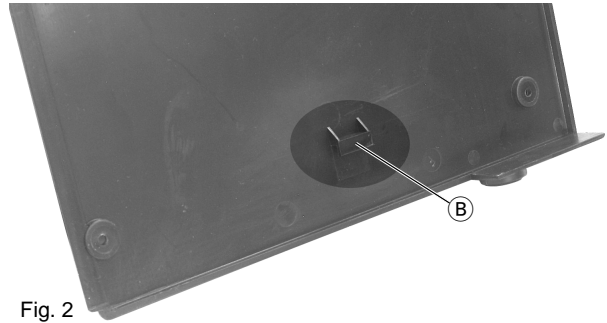
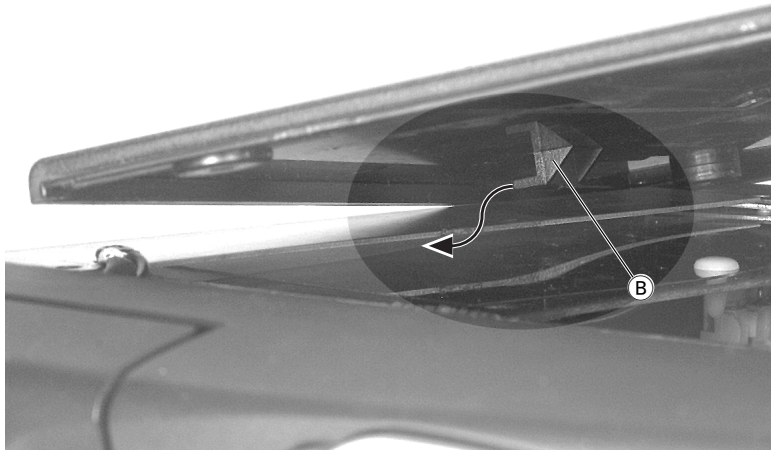

Fig. 2
Fig. 3
- Beim Einbau muß darauf geachtet werden, daß die Nasen (B) (Fig. 2, 3) der seitlichen Abdeckungen in die Bodenwanne eingeschoben werden (Fig. 3, 4).
- When reassembling look for the noses (B) (Fig. 2, 3) of the side covers to fit in the guides of the bottom (Fig. 3, 4).